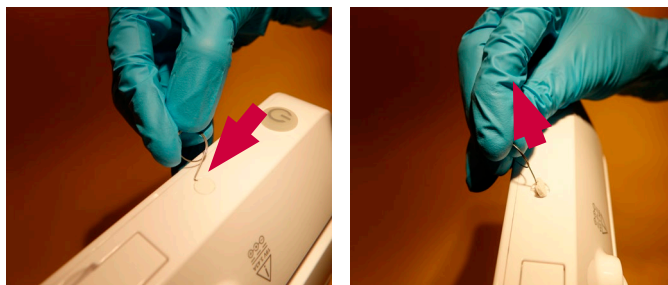

Figura 5 Îndepărtarea capacului șurubului
d) Scoateți capacele rotunde de pe fiecare parte a monitorului (Figura 5)